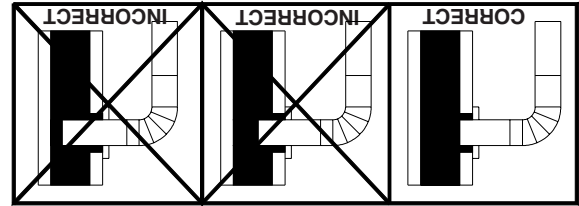

FIG. 7
1. Le raccordement du tuyau peut avoir été poussé trop loin dans la cheminée, bloquant le tirage. (Fig. 7)
4. Le tuyau ne peut se prolonger à l'intérieur du conduit de fumée (Fig. 7).
7. Il est recommandé d'installer un maximum de deux (2) coudes à 90 degrés pour l'installation du tuyau, sachant que d'en installer davantage pourrait diminuer l'apport en tirage et possiblement causer un dispersement de fumée.